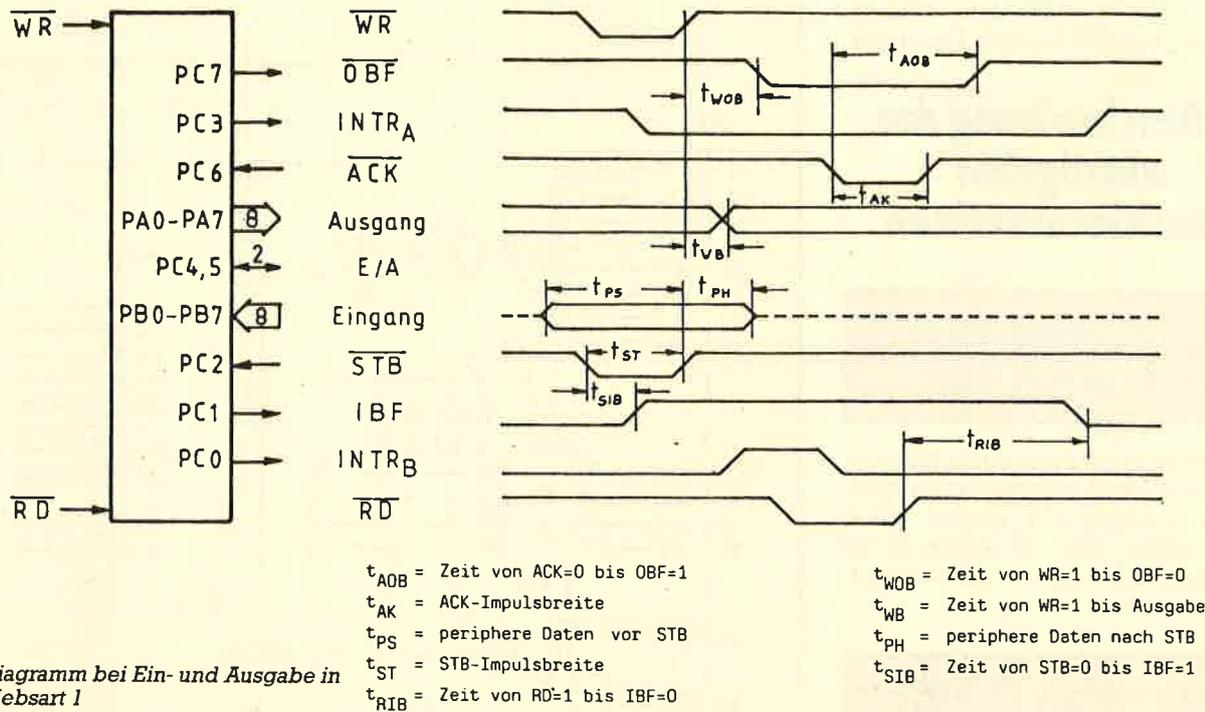

Bild 4
Adressleitungen A0 und A1 angewählt werden können. Drei dieser Register dienen zur Datenübertragung, das vierte ist das Steuerregister. Das in dieses Register geschriebene Steuerwort bestimmt bei gesetztem 7. Bit die Arbeitsweise der Schnittstelle. Die Bedeutung der einzelnen Bits ist in Bild 2 zusammengestellt. Bei gelöschtem 7. Bit ermöglicht das Steuerwort außerdem das Setzen bzw. Löschen einzelner Bits des Registerinhalts von Port C (Bild 3). Da die meisten Peripheriegeräte mit Quittungssignalen arbeiten, bietet sich für die Schnittstelle die Betriebsart 1 an, welche daher auch für die beschriebene Hard- und Software gewählt wurde. Dabei wird Port A zur Datenausgabe und Port B zur Eingabe verwendet (Bild 4). Hierzu muß die Schnittstelle mit dem Steuerwort  $\&x1010A11$  initialisiert werden. Mit Bit 3 (A) können die zur Steuerung nicht benötigten Anschlüsse C4 und C5 des Ports C als Eingang (1) oder Ausgang (0) programmiert werden. Bit 0 ist in dieser Betriebsart ohne Bedeutung.
Der OBF-Ausgang wird Low, wenn Daten zur Ausgabe im Datenregister des Port A bereitstehen. Das OBF-Signal entspricht somit dem Strobe beim Ausgabevorgang. Es wird von der ansteigenden Flanke des WR-Signals gesetzt und von der fallenden Flanke des vom Peripheriegerät kommenden ACK-Signals zurückgesetzt (siehe Impulsdigramm Bild 4).